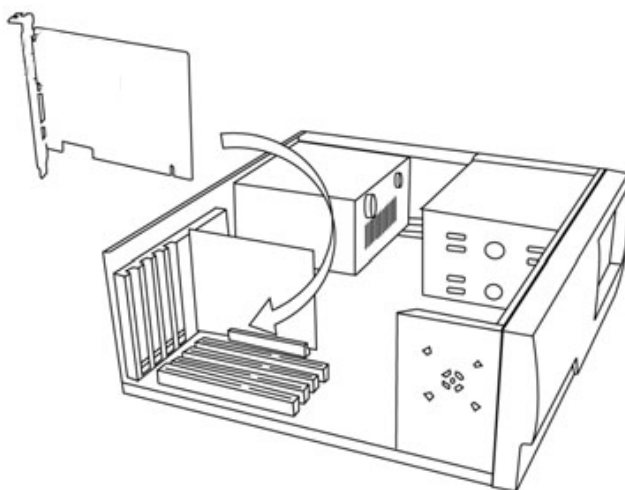

图 2.1 PCIE 插槽
- 3) 打开计算机箱盖，选择一空闲的 PCIE 插槽，将控制卡插入 PCIE 插槽(图 2.1)，操作时应双手平均用力，防止计算机主板上的 PCIE 插槽受损。